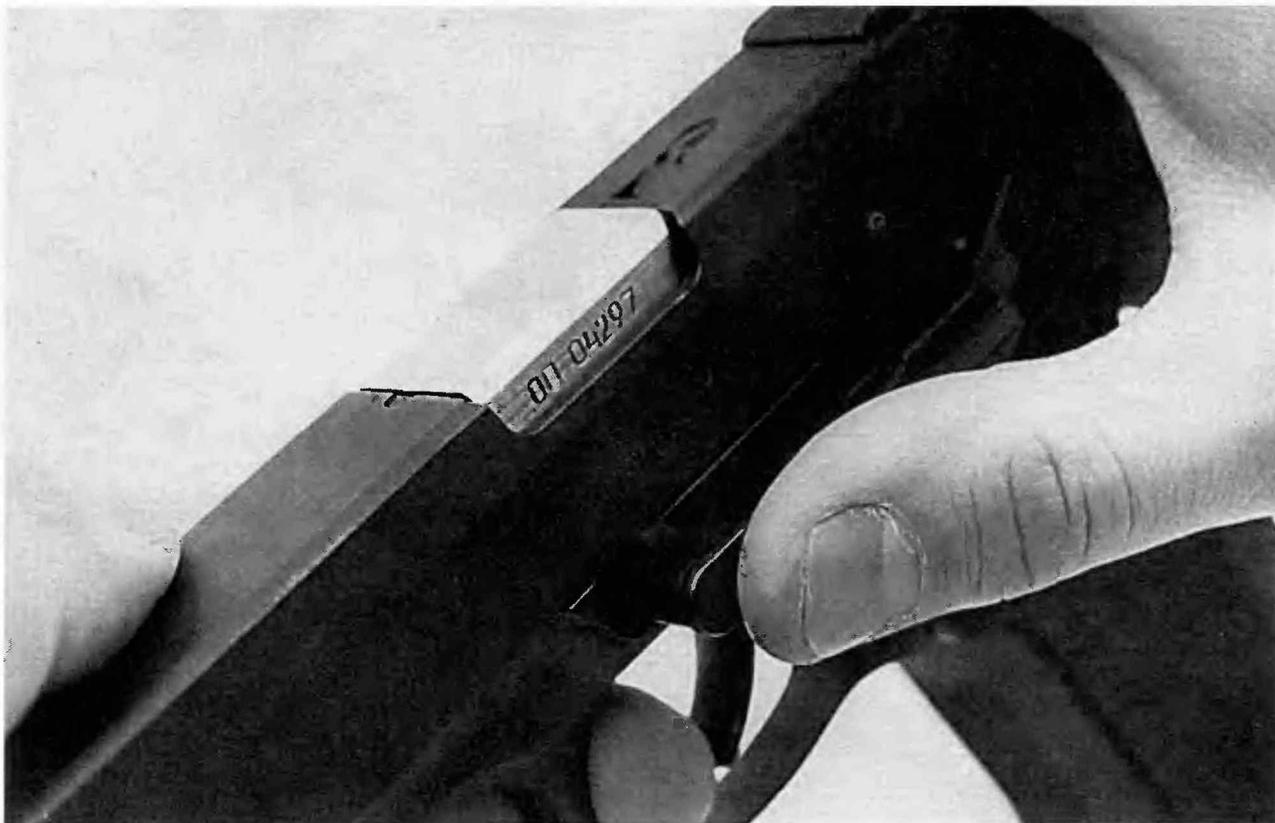

Рисунок 6
5) ввести замыкатель в отверстие рамки, совместив паз в муфте движением затвора со стволом назад (рисунок 6) и произвести контрольный спуск курка с боевого взвода;